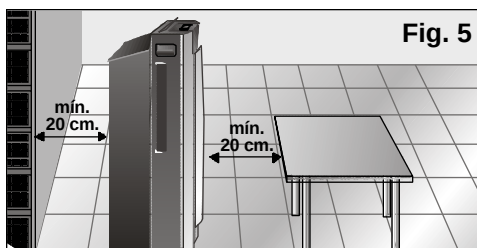

Fig. 5
- ☐ Por seguridad antes de conectar su equipo es necesario que esté separado al menos 20 cm de cualquier superficie cercana, **Fig. 5**.